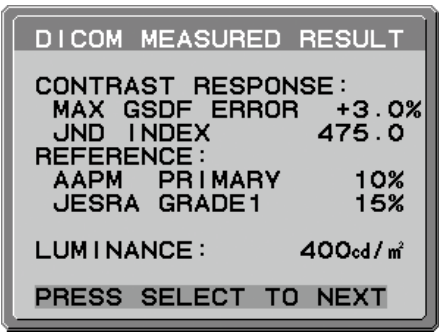

图 D.2
- 4. 出现 DICOM MEASURED RESULT (DICOM 测量结果) 信息 (图 D.2) 后。您可使用控制键设置 DATE (日期) 和 TIME (时间)，然后按 SELECT 键。